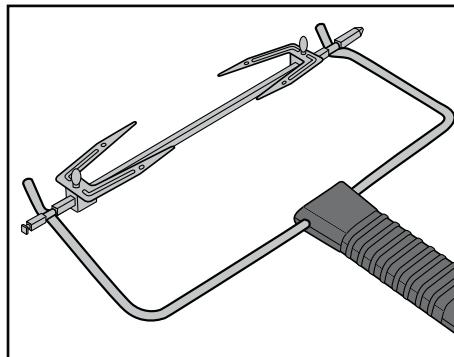

Fig. 3: Enganche del mango 12 en el espetón 16
- Para retirar el espetón 16 caliente, inserte los ganchos del extremo del mango 12 en los orificios del espetón 16 (fig. 3):